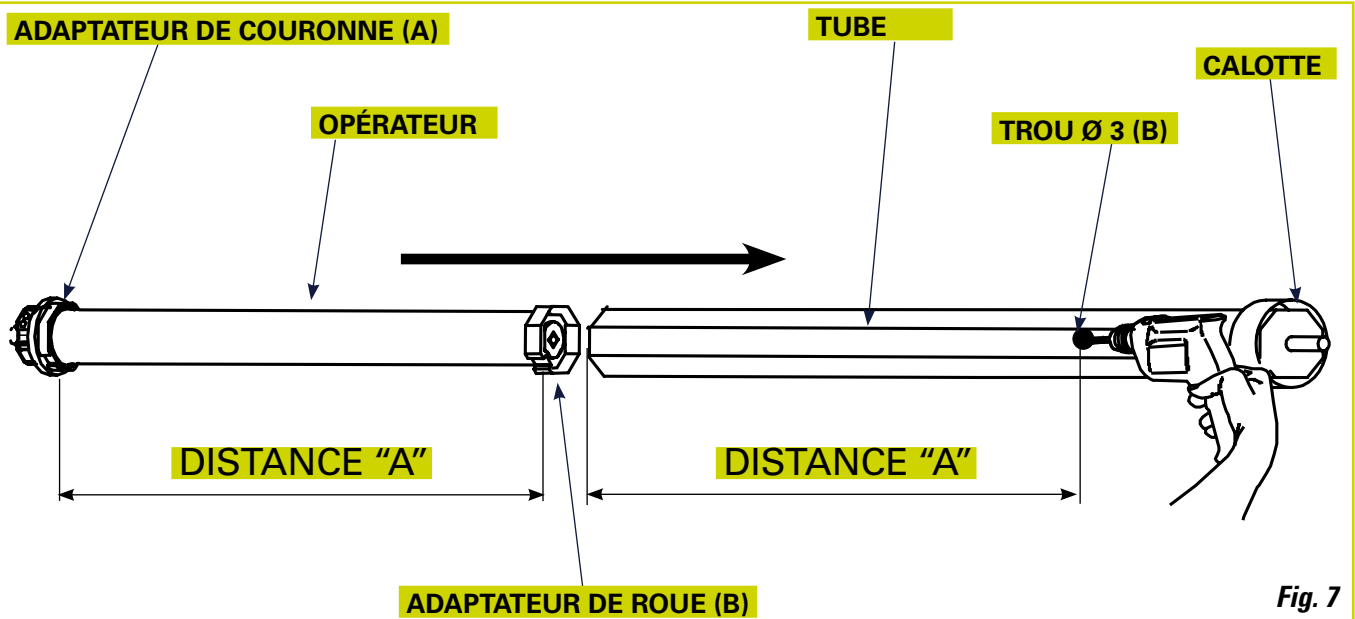

Fig. 7
- 1) Réaliser un trou avec un foret \varnothing 3 mm sur le TUBE (Fig. 7 B) à la distance A (Fig. 7 A), en consultant le tableau 1.
- 3) Fixer l'adaptateur de la roue au TUBE avec une vis autotaraudeuse 4x10 introduite dans le trou réalisé précédemment (Fig. 7 B).